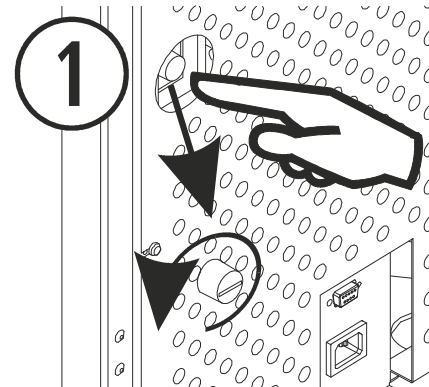

Figura 26
- 6.11.** *Con la caldaia scollegata*, controllare il termostato di sicurezza che si trova all'interno nella parte posteriore, verso il lato destro. Per attivarlo si deve spingere il bottone, se il termostato si trova attivato si sentirà un "clic". Se il termostato di sicurezza era già stato attivato in precedenza, è bene consultare il distributore. Nella *figura 26*, è illustrata la posizione del termostato nella *Cantina Nova* e *Aveiro*. Nella *Super Insert* il termostato di sicurezza si trova centrato nella struttura superiore del rivestimento.